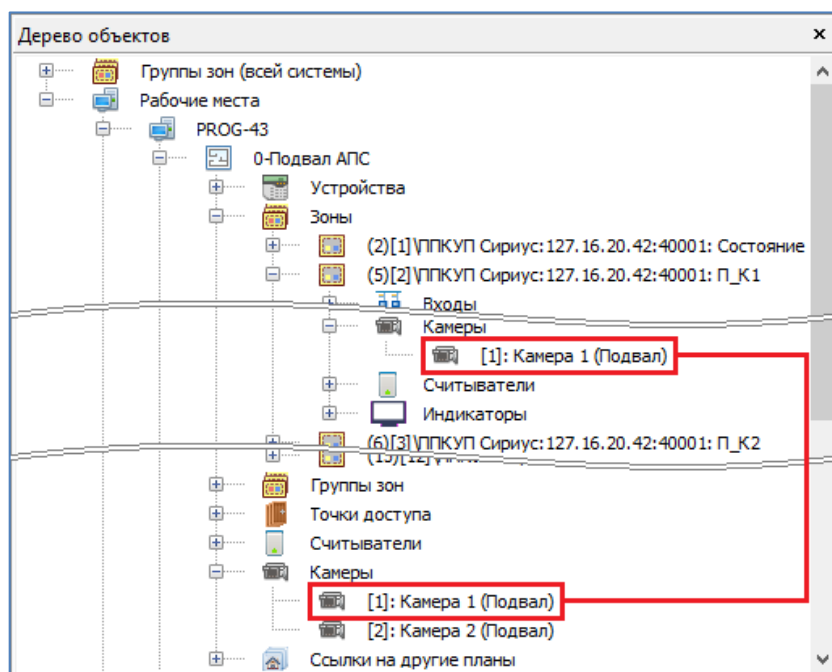

Рисунок 6-576 Объект "Камера" в дереве планов
- при добавлении соответствующего объекта «Камера» в дерево планов для рабочего места, которому принадлежит камера, добавленный объект «Камера» отображается (см. Рисунок 6-576) как дочерний и для узла «Камеры», принадлежащего объекту «План помещения» (см. п. 6.3.4.2.3), и для узла «Камеры», принадлежащего объекту «Зона» (см. п. 6.3.4.2.6);